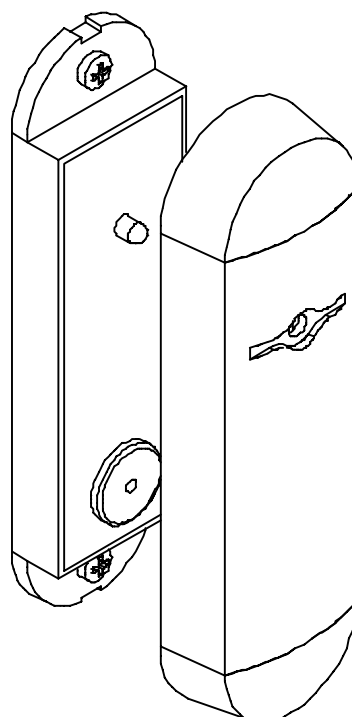

Fig. 3
- Setzen Sie den Deckel auf den Untersatz, indem Sie diesen bis zum Einschnappen der Kupplungselemente herunterdrücken (Abb.3).
- Colocar la cubierta sobre la base, presionándola hasta que se encaje (fig. 3).